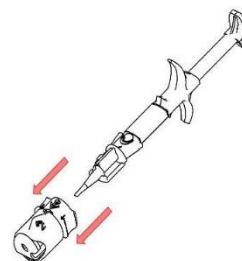

Рис. 3
7. Удалите адаптер вместе с вращающимся кольцом, отмеченный символом «4» (Рис. 3), потянув его.